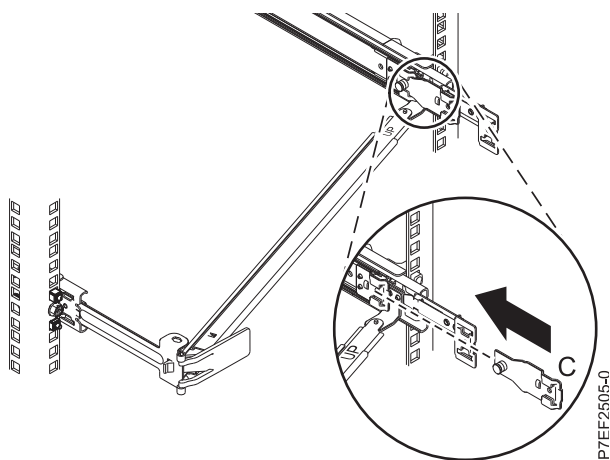

Abbildung 14. Befestigungswinkel in der Schiene installieren
6. Bringen Sie den Kabelträgerhaltewinkel (**B**) an der Aussparung an der Innenseite der linken Schiene an, indem Sie den Haltewinkel (**B**) in die Schiene schieben, bis der gefederte Stift einrastet. Einzelheiten finden Sie unter Abb. 14.